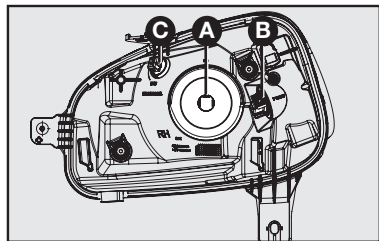

fig. 14
- 2) Retirar la tapa plástica A-fig. 14 para tener acceso a la lámpara de luz alta/baja y sacarla.
- 5) Recolocar la tapa A-fig. 14.
- 1) Girar el portalámpara B-fig. 14 en sentido antihorario y quitarlo.
- 3) Sustituir la lámpara y recolocar el portalámpara B-fig. 14, girándolo en sentido horario.
- 1) Girar el portalámpara C-fig. 14 en sentido antihorario y quitarlo.
- 2) Tirar del portalámpara C-fig. 14 para quitarlo de su alojamiento.